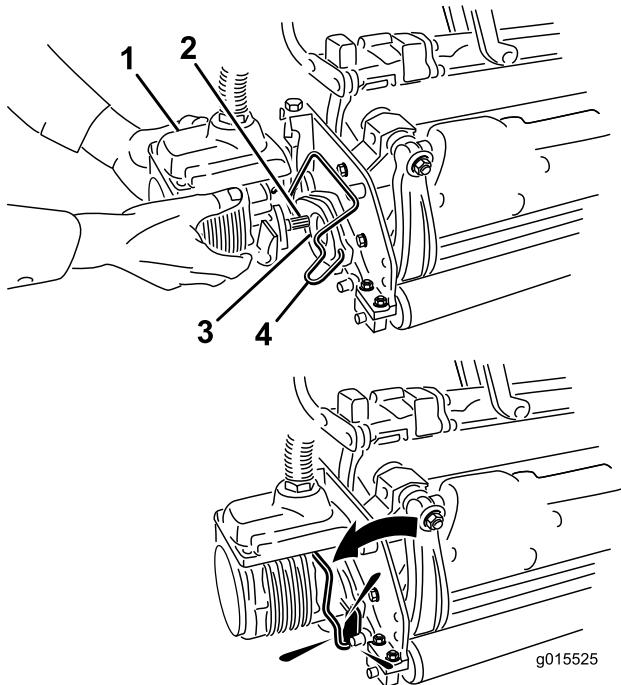

図 35
- カッティングユニット用モータのスライン・シャフトにきれいなグリスを塗りつける（図 35）。
- モータを、カッティングユニットの左側（運転席から見て）に取り付け、カッティングユニットについているモータ固定バーを、モータの上から被せるようにセットし、モータの左右から「カチッ」というロック音が聞こえるまで押し下げる（図 35）。